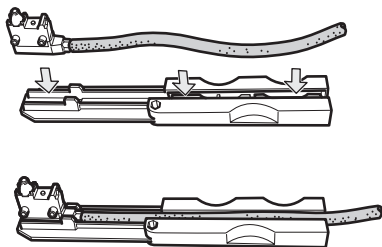

Fig. 6
- ▶ Placer encoderen med kablet i monteringsholderen (Fig. 6).